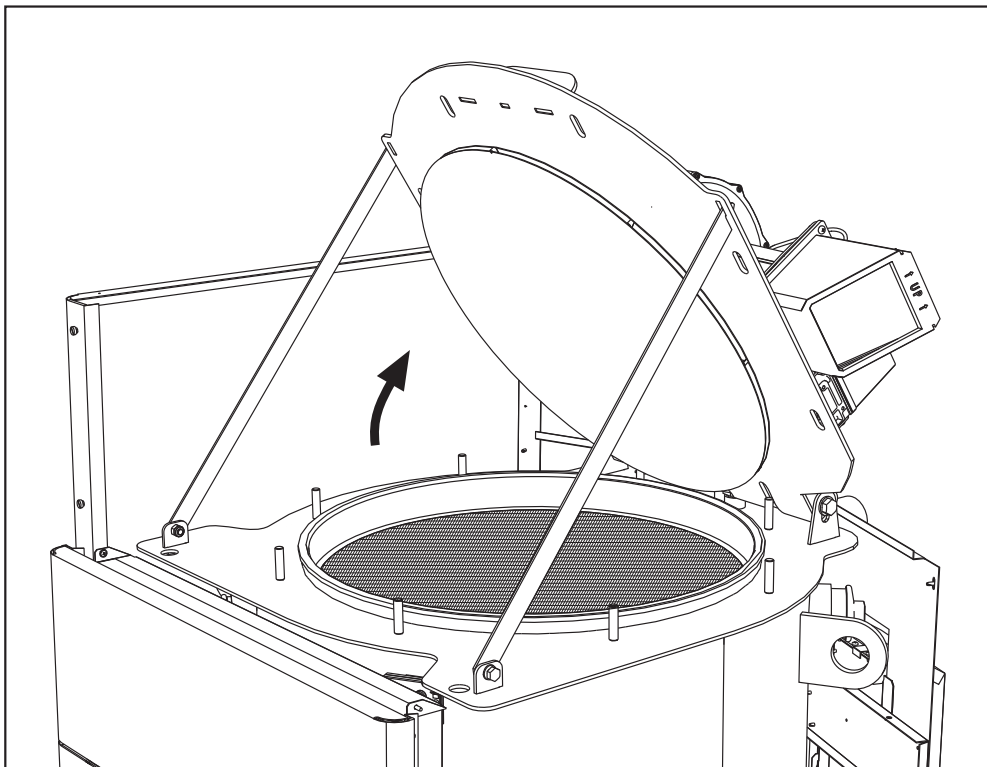

fig. 71
- Ouvrir la porte du brûleur et la verrouiller avec les supports (fig. 71).